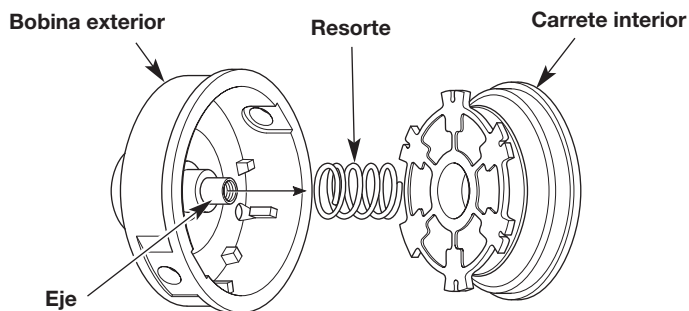

Fig. 13
3. Saque el carrete interior de la bobina exterior (Fig. 13).
4. Saque el resorte del carrete interior (Fig. 13).